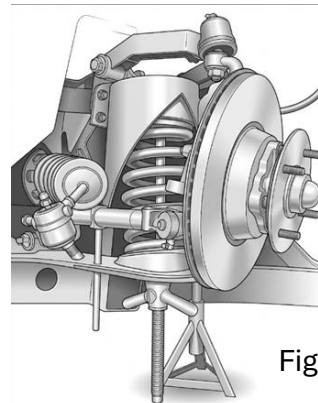

Fig.8
Comprimez le ressort en serrant l'écrou papillon jusqu'à ce que les bras de suspension inférieurs soient horizontaux. Retirez les boulons (62) et installez deux tiges de guidage de 9,5 mm x 152 mm (3/8" x 6") comme indiqué sur la **fig 8**.